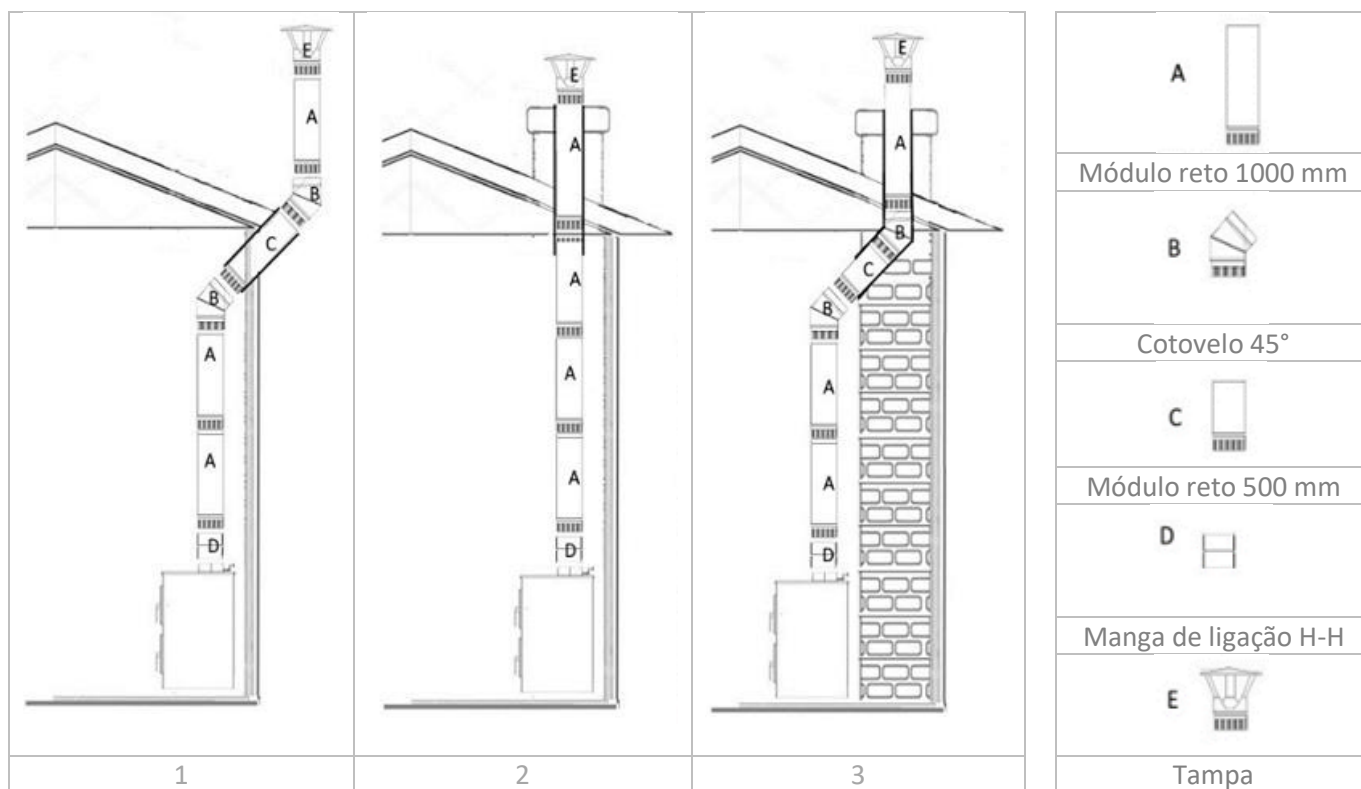

Figura 2
3. **SECÇÃO VERTICAL (A).** O comprimento total do tubo vertical necessário para atingir o telhado para a tiragem natural (depressão dos gases de combustão) pode variar de instalação para instalação, dependendo de vários fatores, mas geralmente varia de aproximadamente 4 m a 6 m. No entanto, o desempenho ideal é garantido com um vácuo mínimo de aproximadamente ± 15 Pa (pascal).
4. **COTOVELO (B).** Caso sejam necessárias curvas (ver desenhos 1 e 2 na Figura 2), os ductos serão ligados através de cotovelos. Estes podem ter até 45° e não devem ser estreitados. Deve-se ainda considerar o seguinte:
5. **SECÇÃO HORIZONTAL (C).** A conduta de ligação ou secção horizontal da chaminé deve ser concebida com o menor comprimento possível, evitando ao máximo mudanças de direção e de secção. Para tal, deve-se ter em consideração o seguinte:
6. **MANGA DE UNIÃO (D).** Para a ligação correta da conduta vertical ao colar de saída de fumos m (macho) do fogão, é necessária uma tomada h/h (fêmea/fêmea) de modo a que a extremidade m (macho da conduta vertical) fique virada para baixo.
7. **TAMPA DE CHAMINÉ (E).** Para uma evacuação adequada do fumo e para evitar as influências do vento, são necessárias determinadas distâncias mínimas da tampa da chaminé. Veja a figura seguinte: